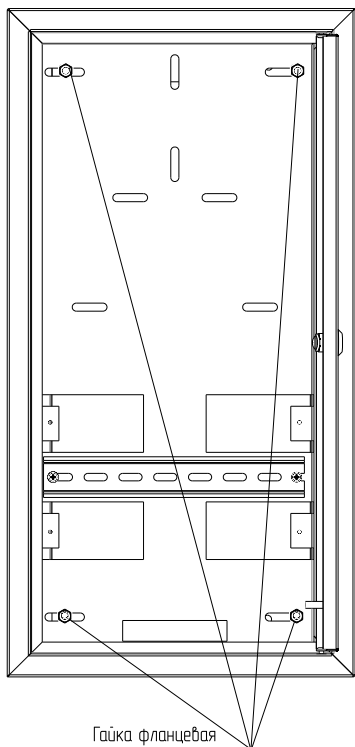

Рисунок 6
5.4 Открутите четыре гайки М6 с фланцем и снимите их со шпилек (рисунок 6). Гайки с фланцем сохраните.